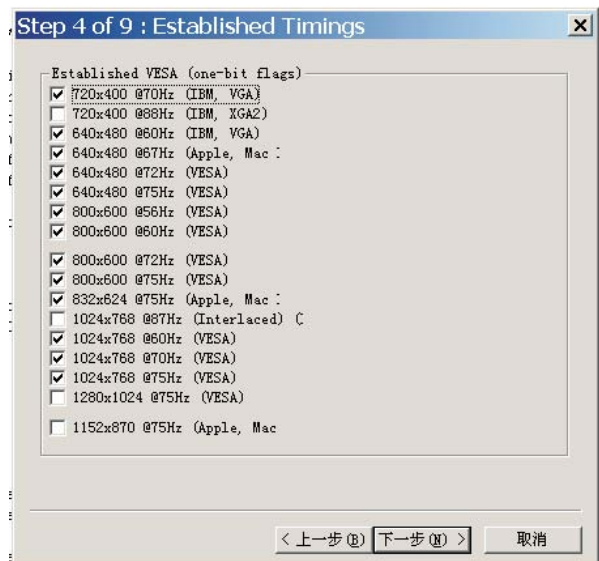

Fig. 16
3. Click Next, bring up Fig. 16.